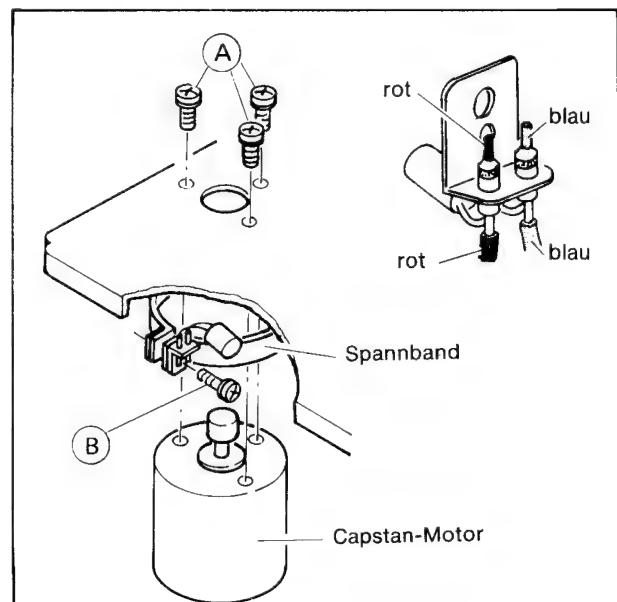

Bild 2-9
2. Die Schrauben A entfernen, Motor und Spannband abnehmen (Bild 2-9).